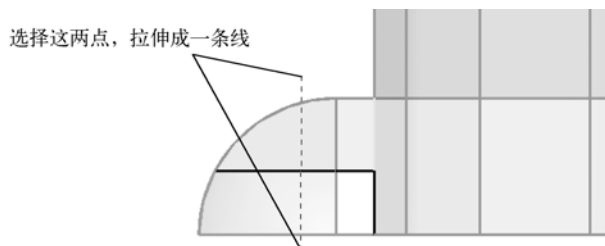

图 5-7 分割实体 1
- (6) 使用 with cut line 工具按图 5-7 所示分割实体。